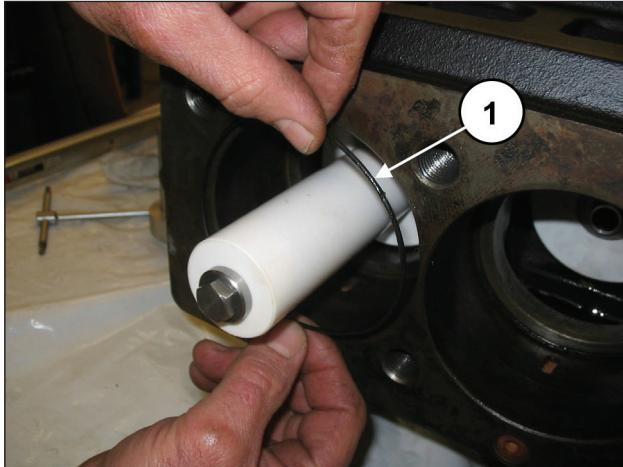

Рис. 184
Вставьте уплотнительное кольцо в картер насоса (поз. ①, Рис. 184), а затем вставьте до упора предварительно собранный узел рубашки-опоры уплотнений (вместе с соответствующим уплотнительным кольцом) (поз. ①, Рис. 185).